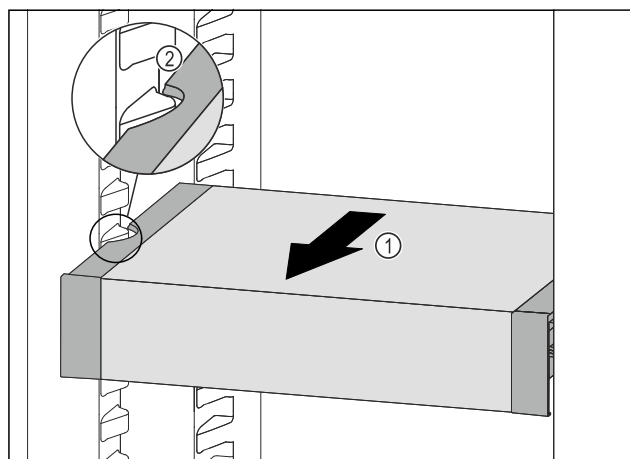

Fig. 83
- ▶ Táhněte VarioSafe dopředu Fig. 83 (1), dokud nebudou boční vybrání VarioSafe na úrovni žebrování na nádoby v chladničce. Fig. 83 (2)